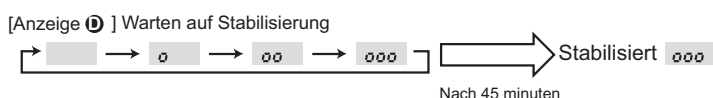

Fig. 8-3
- ③ Drücken Sie zur Bestätigung der Einstellung die **FILTER** (**↔**)-Taste. (Fig. 8-3)